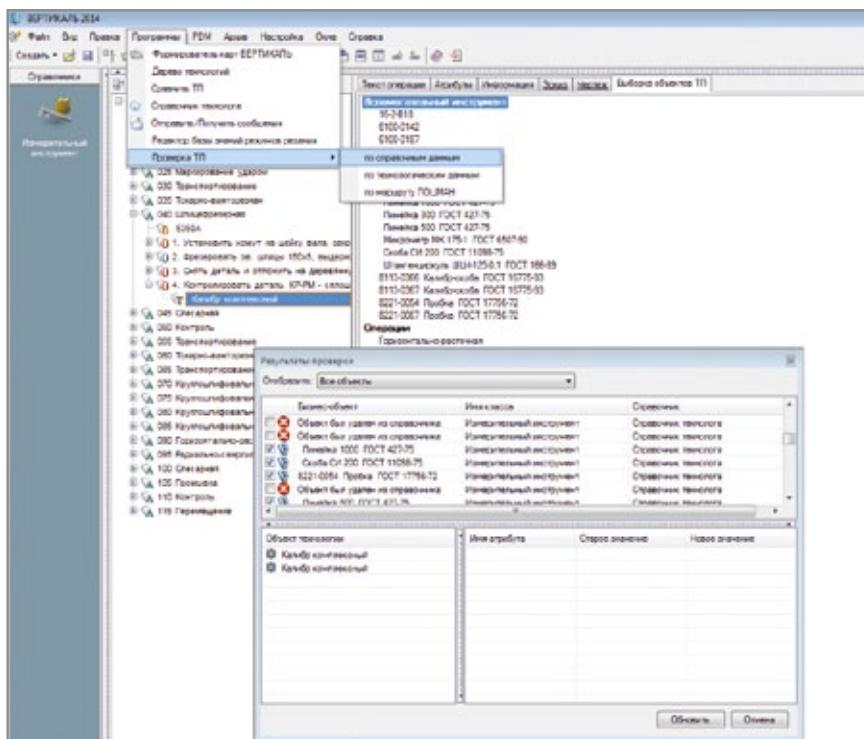

Рис. 5. Проверка ТП по справочным данным
- по справочным данным, что является удобным механизмом при актуализации и пересмотре ТП, поскольку позволяет выявить удаленные, измененные и неприменимые объекты НСИ (рис. 5);